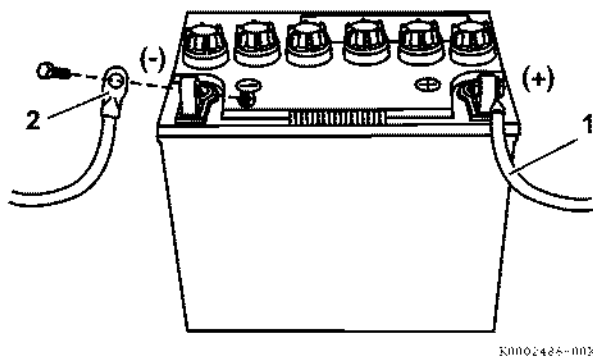

Рис. 44
3. Когда подключаете кабели, в первую очередь присоедините положительный (+) кабель (Рис. 44, (1))
4. В последнюю очередь подключайте к аккумулятору отрицательный (-) кабель (Рис. 44, (2)).